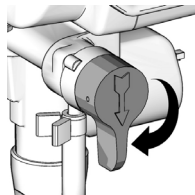

Abb. 3
4. Das Bypass-Ventil auf PRIME drehen (Abb. 3).